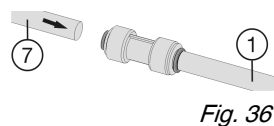

Fig. 36
- ▶ Raccorder les rallonges de tuyaux fournies Fig. 36 (1) aux tuyaux de l'appareil Fig. 36 (7): enfoncer les tuyaux de l'appareil jusqu'à la butée (env. 25/32 " (20 mm)) dans les connecteurs.